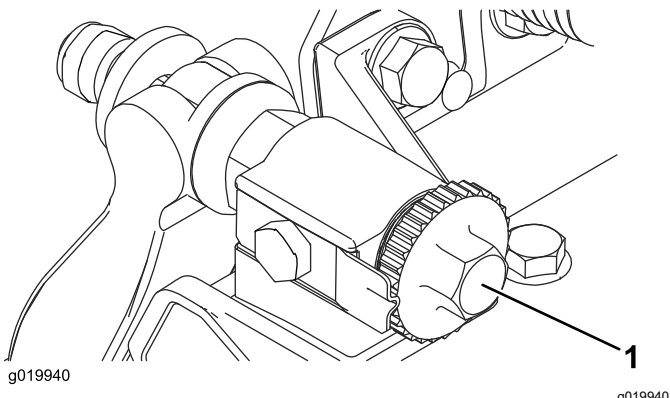

图 9
2. 逆时针旋转底刀架调节螺丝确保底刀架不与滚刀接触 **图 9**。